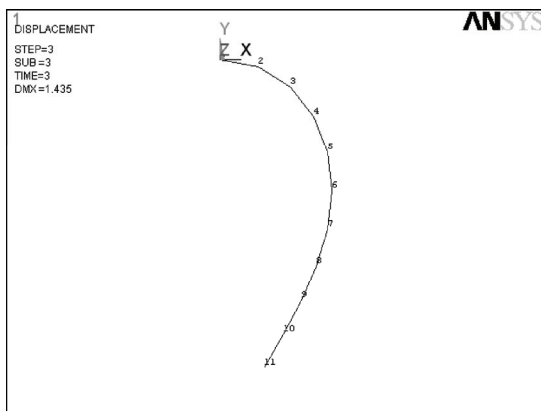

图 5-59 施加 30N 载荷时的变形形状
8) 选择 Main Menu | General Postproc | Plot Results | Deformed Shape 命令, 出现 Plot Deformed Shape 对话框, 在 KUND Items to be plotted 选项中选择 Def shape only 选项, 单击 OK 按钮, ANSYS 显示窗口将显示载荷为 30N 时杆件的变形形状, 如图 5-59 所示。